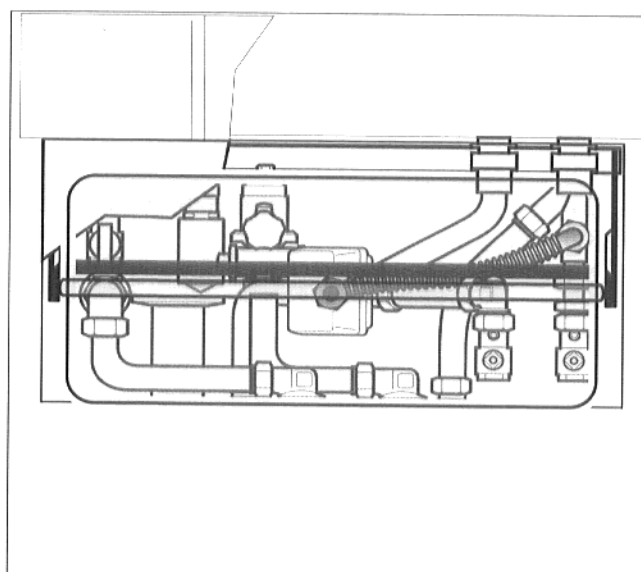

Fig. 13: vaso di espansione
- Avvitare lateralmente al supporto G-MAG la staffa destra e quella sinistra (Fig. 13).
- Applicare il pezzo di collegamento tra le staffe (Fig. 13).
- Posare le guarnizioni nel raccordo a vite del tubo ondulado flessibile (Fig. 13).
- Ermetizzare il tubo ondulado al nipplo doppio del pezzo a T (Fig. 13).
- Infilare il vaso di espansione tra le staffe (Fig. 13).
- Montare il raccordo a vite del tubo ondulado flessibile al vaso di espansione (Fig. 13).